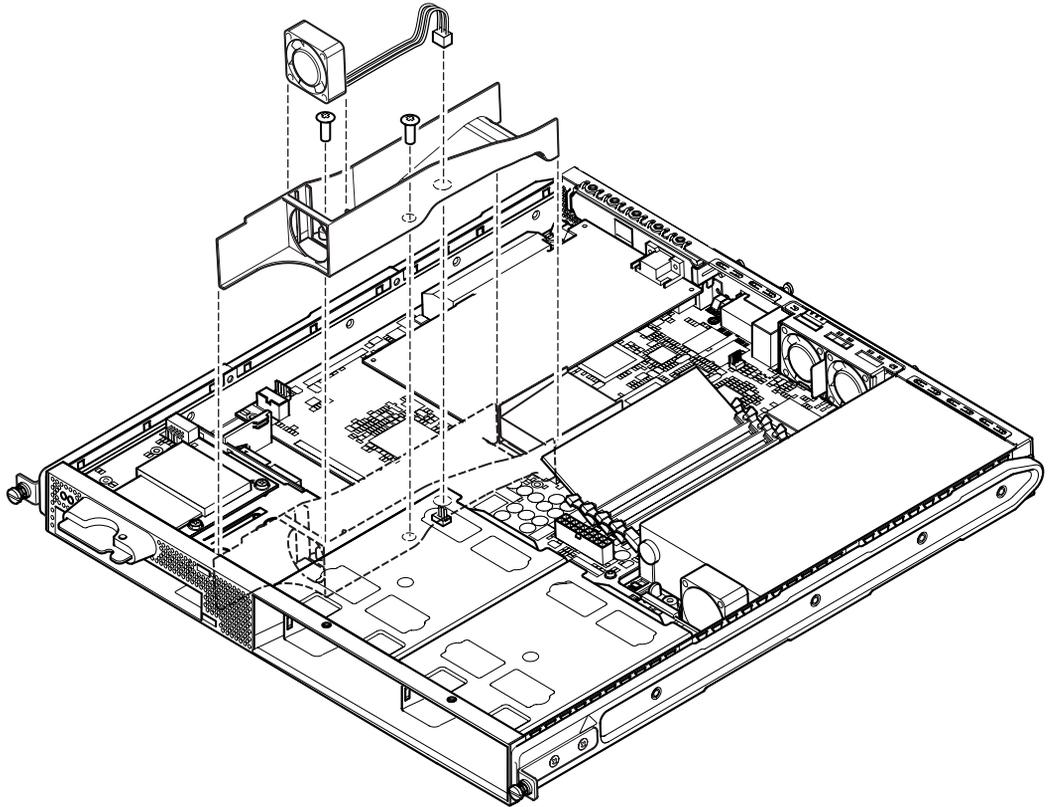

FIGURE 11-6 Déconnexion et suppression du ventilateur 3
8. Débranchez le câble d'alimentation du ventilateur 3 (voir la FIGURE 11-6) et dévissez les deux vis qui retiennent le conduit menant au châssis.
9. Dégagez le ventilateur et le conduit du châssis (voir la FIGURE 11-6).